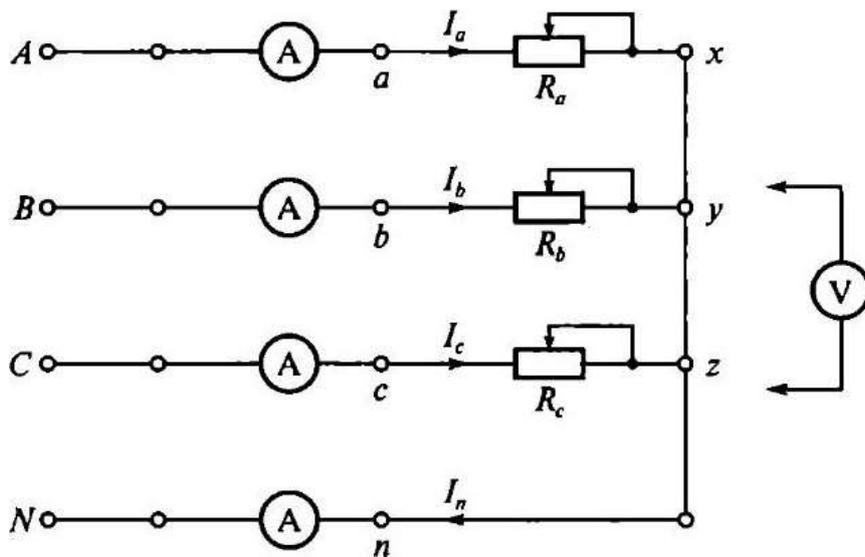

Рис. 5.1. Схема трехфазной ЭЦ с активной нагрузкой однофазных приемников, соединенных «звездой»
Схема электрической цепи (ЭЦ) с включенными в нее измерительными приборами приведена на рис. 5.1. В качестве измерительных приборов в работе используются: миллиамперметры переменного тока для измерения линейных и фазных токов и тока в нейтральном проводе — 4 шт.; вольтметр переменного тока для измерения линейных и фазных напряжений, а также напряжения смещения нейтрали.
1. Собрать ЭЦ в соответствии с рис. 5.1. С помощью переключателя пределов установить наибольшую номинальную величину измерительных приборов. После проверки схемы преподавателем подать напряжение в ЭЦ, при этом должны загореться соответствующие сигнальные лампы, показанные на рис. П.3. Измерить вольтметром линейное напряжение  $U_L$ , которое должно лежать в диапазоне  $(36 \pm 3,6)$  В.
5. На основании данных табл. 5.1 и 5.2 с учетом рис. 5.1 вычислить полные сопротивления фаз 4 и углы сдвига фаз между током и напряжением (РФ, результаты занести в табл. 5.3).
3. В табл. 5.4 даны значения линейного напряжения и фазных сопротивлений ЭЦ, приведенной на рис. 5.1. Номер варианта соответствует номеру стенда. На основании данных табл. 5.4 для своего варианта вычислить фазные напряжения и токи для ЭЦ (нейтральным